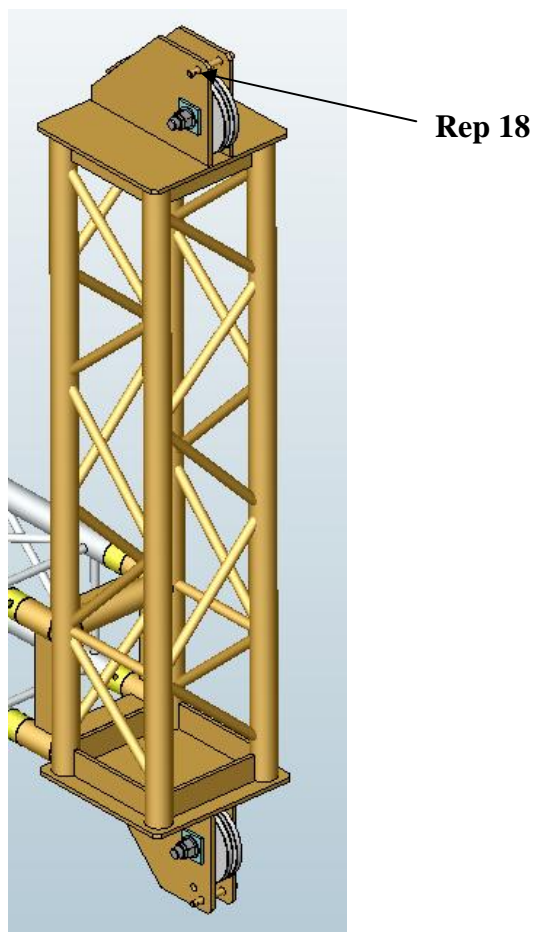

fig.11
d) Placer les boulons de maintien du câble (rep 18) dans les trous les plus proches des poulies (fig.11)